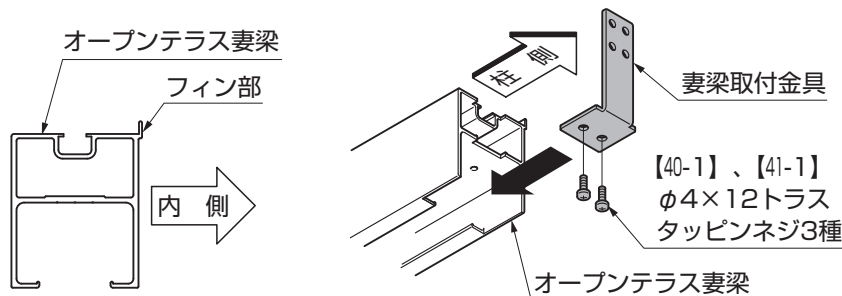

図1-2
- オープンテラス妻梁は、フィン部を内側に向けて取付けます。(図1-2参照)